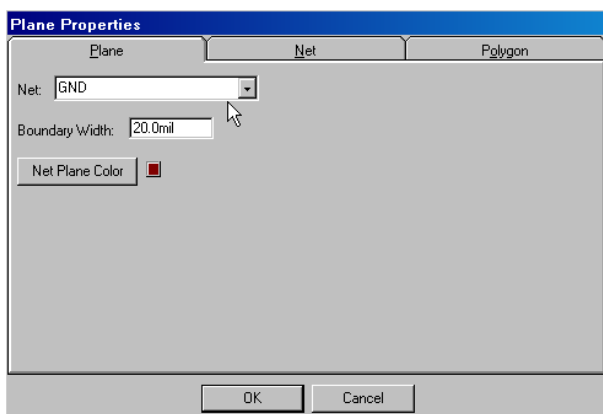

Рис. 9-45. Свойства области металлизации
3) Далее необходимо перейти в режим выбора объектов (кнопка ) и щелкнуть левой кнопкой мышки внутри области металлизации для ее выделения. Границы области подсветятся, и из контекстного меню можно будет перейти к ее свойствам (рис. 9-45).